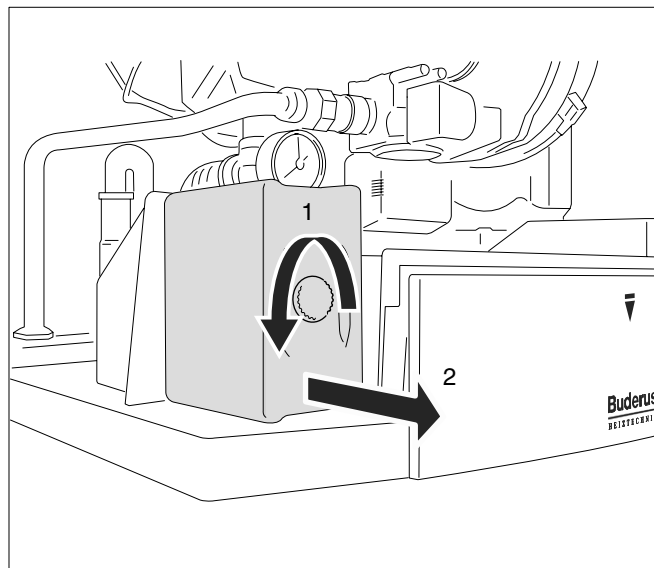

Fig. 29 Demontarea UBA3
- Desfaceți șurubul de fixare a UBA3 (vezi Fig. 29, Poz. 1).
- Trageți UBA3 în față, în direcția indicată de săgeată (vezi Fig. 29, Poz. 2).